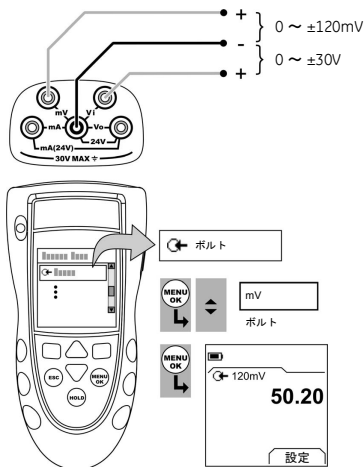

図1：構成例-mV
1. 本計器を接続し (図 1)、必要に応じて **セットアップ** (表 1) を行います。